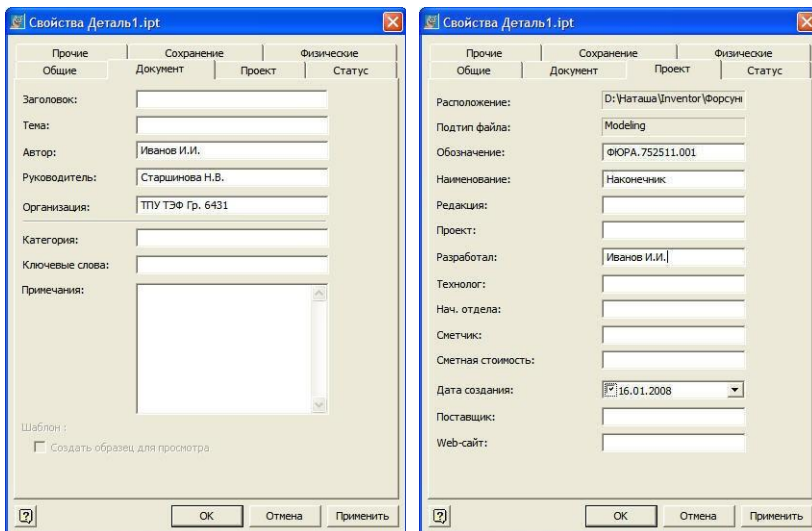

Рисунок 2.14 – Диалоговые окна **Свойства Inventor**
- Выберите  **Свойства Inventor** и на вкладках **Документ** и **Проект** заполните поля и нажмите **Применить**, а затем **Заккрыть** (рис. 2.14).